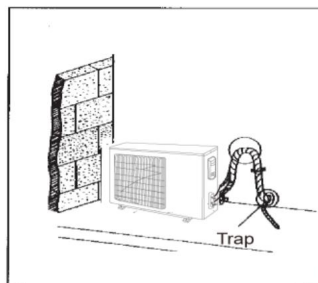

Рис. 4.17
- (2). Якщо зовнішній блок встановлено вище ніж внутрішній блок (див. рис. 4.17)